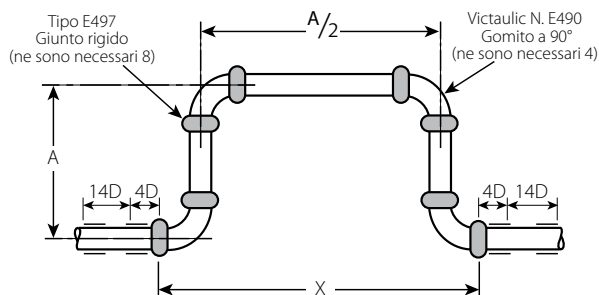

Figura 1
b. Anelli di espansione che impiegano giunti rigidi e raccordi Victaulic: gli anelli di espansione o le curve a “U” sono usati spesso per assecondare l'espansione e/o la contrazione dovuta a cambiamenti termici. Le dimensioni necessarie per un anello di espansione adatto ad un tubo in acciaio in un sistema StrengThin™ 100 sono riportate nel seguente grafico (v. Figura 1 per altezza anello “A”):